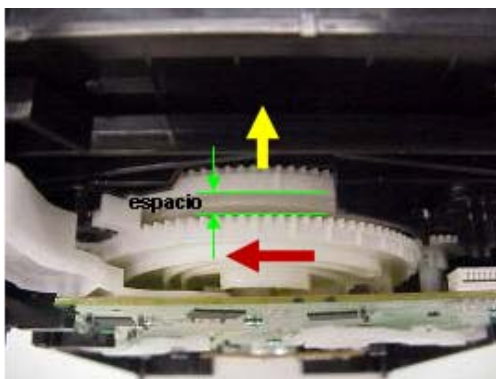

Fig. 1.9
2.2 Gire un poco el engrane principal en sentido contrario a las manecillas del reloj. El engrane B se moverá hacia arriba, cuando el espacio aparezca entre el engrane principal y el engrane B deténgalo en ese punto (Fig. 1.9).